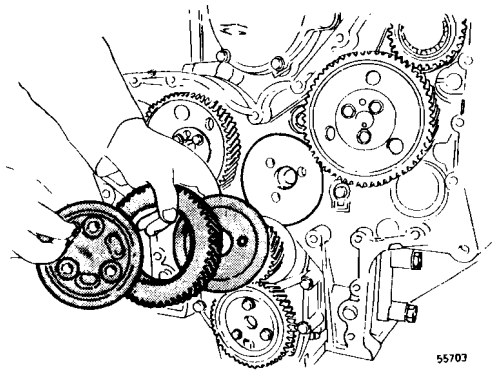
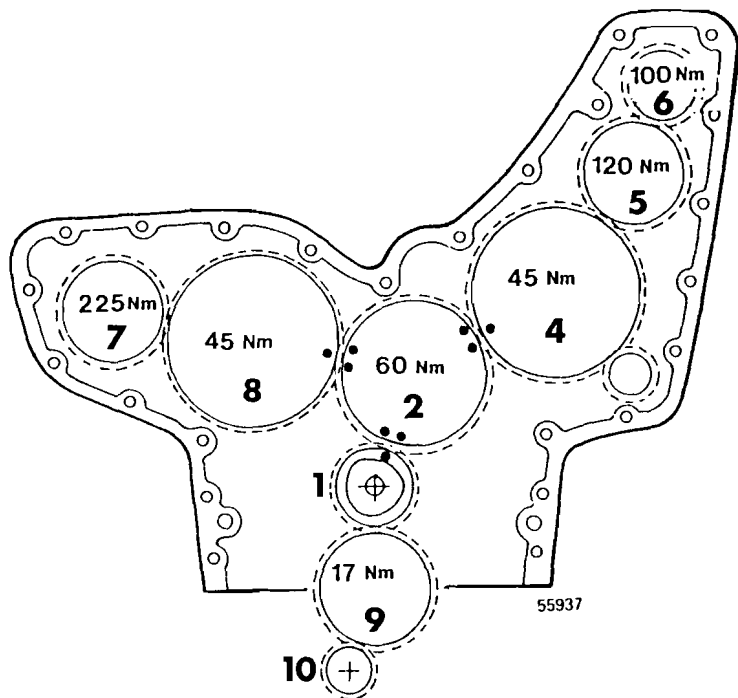

Fig. 166
Fig. 175
- 11 Quitar el muñón, el piñón intermedio y el cojinete axial, véase fig. 166.
Las marcas para el ajuste de los piñones de la distribución así como los pares de apriete se desprenden de la fig. 175.
- 23 Montar el piñón intermediario de la bomba de aceite. Usar arandelas de seguridad nuevas. Apretar los tornillos según la fig. 175, nro. 9.
- 24 Montar el piñón del árbol de levas. Poner arandelas de seguridad nuevas. Apretar los tornillos según la fig. 175, nro. 8.
- 25 Montar el piñón intermediario con el cojinete axial, véase fig. 166. Controlar que las marcas del piñón intermediario coinciden con las del piñón del cigüeñal y con las del árbol de levas. Usar arandelas elásticas esféricas nuevas con la parte abovedada orientada hacia la cabeza de los tornillos. Apretar estos según la fig. 175, nro. 2.
- 26 Montar el piñón de la bomba de inyección. Asegurarse de que la marca coincide con la del piñón intermediario. Poner arandelas de seguridad nuevas. Apretar los tornillos según la fig. 175, nro. 4.